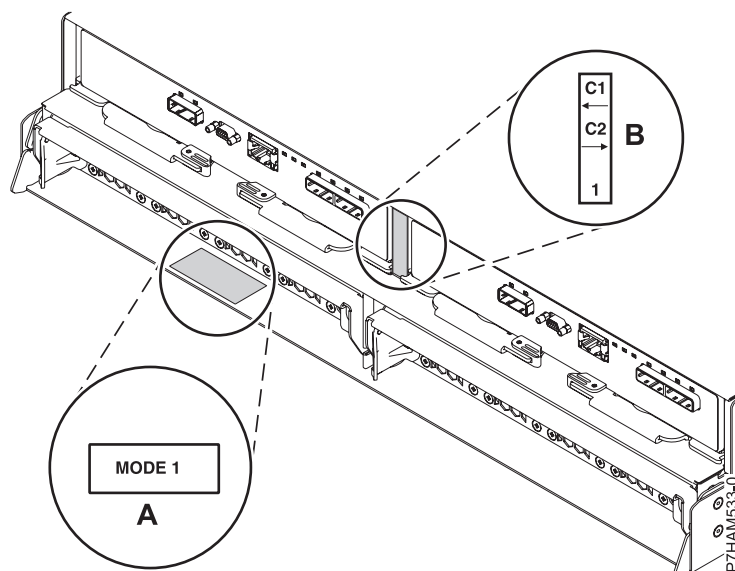

Figure 11. Emplacements des autocollants de mode à l'arrière du boîtier d'unité de disque 5887
1. Confirmez le mode défini en usine du boîtier d'unité de disque 5887 en utilisant les informations imprimées sur les autocollants situés à l'arrière du boîtier. Les autocollants sont apposés sur le panier inférieur gauche du châssis (**A**) et sur le support central situé entre les modules ESM (**B**). Ils indiquent si le boîtier est défini sur le mode 1, le mode 2 ou le mode 4. Pour plus de détails, voir figure 11.